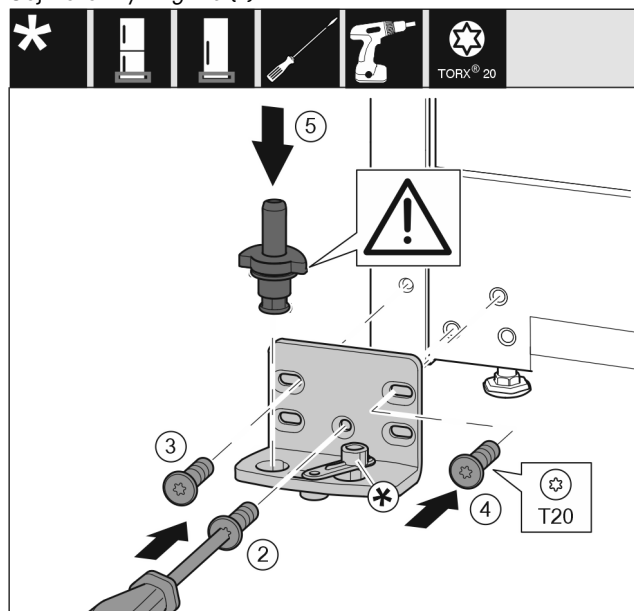

Fig. 47 *
- Nasadte stojan ložiska na druhé straně a přišroubujte pomocí šroubováku. Začněte šroubem Fig. 47 (2) dole uprostřed.*
- Utáhněte šroub Fig. 47 (3) a šroub Fig. 47 (4).*
- Zcela vložte ložiskový čep Fig. 47 (5). Přitom dávejte pozor, aby zajišťovací vačka směřovala dozadu.*